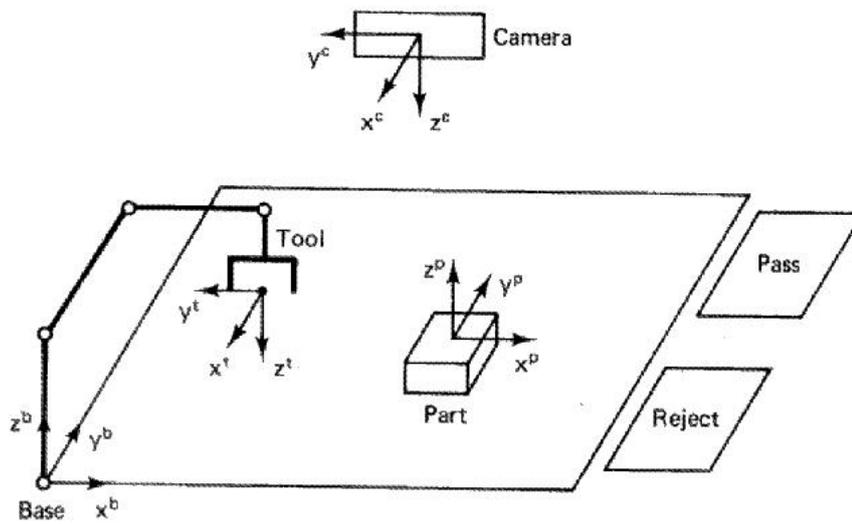

Abbildung 4: Roboter-Arbeitszelle
**Aufgabe 3.3:** (4 Pkt.) Das Bild 4 zeigt eine Roboter-Arbeitszelle. Ein Teil (hier ein Block) wird über ein Förderband transportiert. Er liegt dann im Sichtfeld einer Übersichtskamera. Das Sichtsystem prüft das Teil und informiert den Roboter-Controller, das Teil entweder in die *Pass*-Kiste oder in die *Reject*-Kiste zu legen.